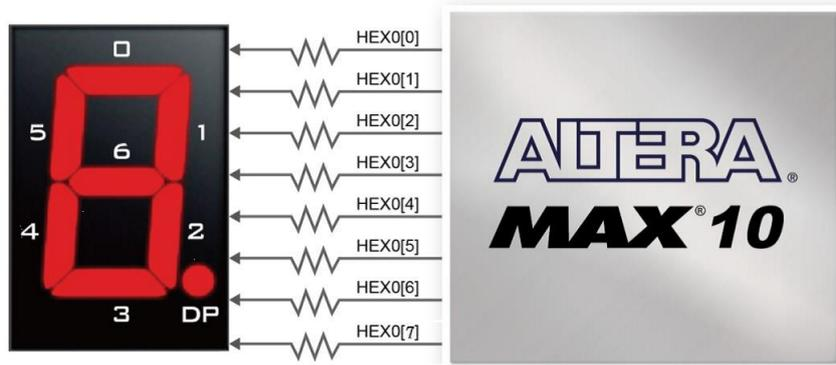

Figura 48: Modelo de *display* de 7 segmentos que foi utilizado para o exemplo. Imagem retirada de [Ter18].
Um *display* de 7 segmentos é ilustrado na Figura 48, onde podem-se observar 7 segmentos para formar um dígito numérico decimal e um oitavo para representar um ponto decimal (DP).